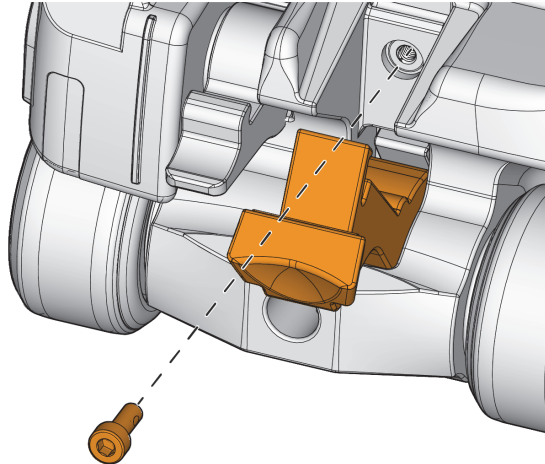

Figura 5-11 Vite di fissaggio della componente bloccante-sbloccante del supporto della sonda
2. Rimuovere la vite e riporla per utilizzarla successivamente nella reinstallazione (vedi Figura 5-11 a pagina 87).